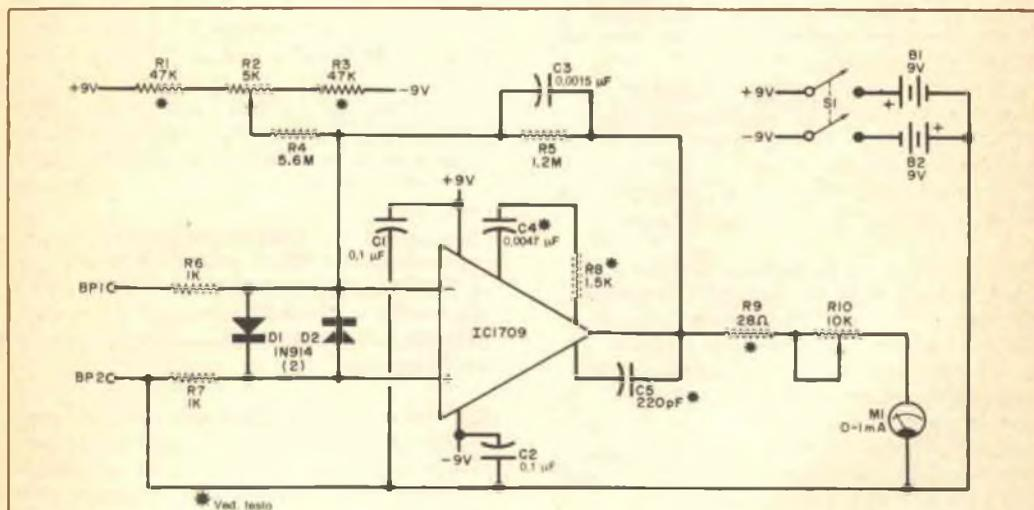

Fig. 1 - Per azionare lo strumento da 1 mA f.s. il circuito integrato è collegato come amplificatore di corrente.
re convertito in un comodo voltmetro c.a. Come si vede nella fig. 1, l'amplificatore operazionale IC1 è collegato come amplificatore di corrente, cioè, una variazione della corrente d'entrata provoca una variazione di tensione in uscita. La combinazione di R9 e R10 regola la sensibilità del circuito. La rete composta da R1, R2, R3 e R4 fornisce una polarizzazione di bilanciamento per compensare qualsiasi tensione differenziale statica in entrata; in questo modo si è certi che lo strumento indica zero in assenza di segnale in entrata. Inoltre, questa rete ha una gamma sufficiente per regolare lo strumento in modo che indichi zero a centro scala. I valori finali di R1 e R3 possono essere compresi tra 18 kΩ e 68 kΩ in relazione con l'amplificatore operazionale usato.
Fig. 1 - La struttura base del collettore di energia solare comprende un contenitore di vetro in cui è stato fatto il vuoto e sottili fogli di materiale selettivo che lo attraversano. Lo spessore dei fogli è stato notevolmente ingrandito. La sottile pellicola di silicio assorbe la radiazione solare convertendola in energia termica. Poiché il silicio è un cattivo radiatore dell'energia termica infrarossa, il calore è intrappolato nella metà inferiore del collettore. La pellicola d'oro aumenta l'efficienza del dispositivo comportandosi da perfetto specchio per l'infrarosso. Un canale contenente sodio fuso porta via il calore raccolto alla temperatura elevata di circa 500 °C.
- La "trappola per energia solare" consiste in una sottile pellicola di silicio, posata su un lato di un foglio di qualche materiale di supporto trasparente, largo 15 cm. Una sottile pellicola d'oro deposta sull'altro lato del foglio migliora l'efficienza dell'apparecchiatura, agendo da specchio per intrappolare la radiazione infrarossa. Il supporto con le sottili pellicole viene sistemato nel centro di un cilindro di vetro, in cui sia stato fatto il vuoto (fig. 1). Questo complesso, insieme con centinaia di altri complessi identici, viene messo in un complicato sistema collettore, nel quale le pellicole di silicio sono rivolte verso il cielo. L'energia solare che colpisce le pellicole di silicio si trasforma in energia termica. Dal momento che le proprietà ottiche del silicio impediscono alla radiazione infrarossa di ritornare verso il cielo, il calore assorbito si accumula nelle pellicole e nel materiale di supporto.